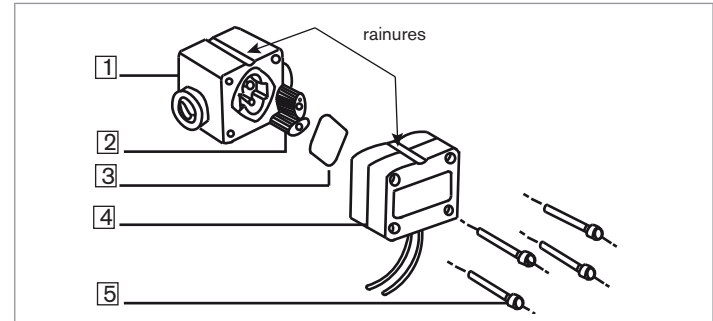

Fig. 7 : Éclaté de l'appareil
- Desserrer les 4 vis (repère 5 Fig. 7) et retirer le couvercle avec module électronique (repère 4 Fig. 7).
- Retirer le joint (repère 3 Fig. 7).
- Retirer les roues (repère 2 Fig. 7).
→ Replacer le joint (repère 3 Fig. 7).
→ Remettre le couvercle (repère 4 Fig. 7) en alignant la rainure du couvercle avec celle du boîtier.
→ Serrer les 4 vis (repère 5 Fig. 7) avec précaution et en croix pour ne pas endommager le boîtier, avec un couple de serrage de :